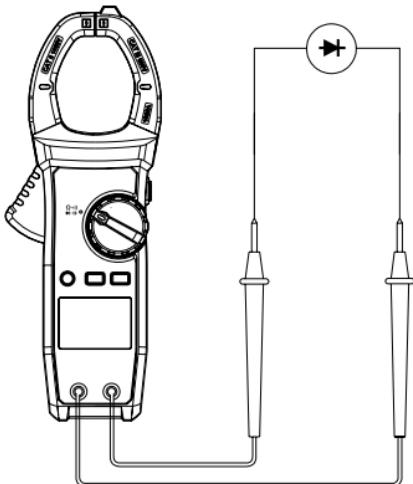

Рис.9 Проверка диода
- 2) Установите переключатель на **••Д**, нажмите SELECT, для выбора режима проверки диода **►**. Подсоедините щуп красного тестового провода к аноду (+) проверяемого диода, а чёрный – к его катоду (-) (см. рис. 9).